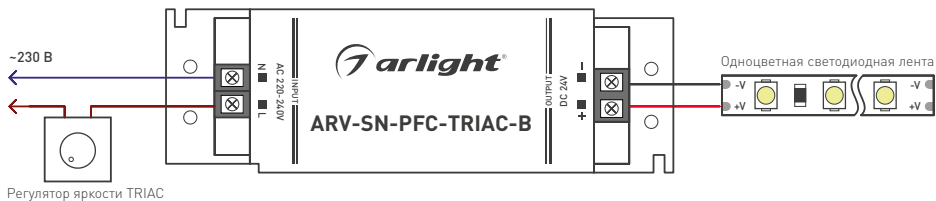

Рис. 1. Пример подключения источника питания
- 3.5. Подключите провода обесточенной электросети или TRIAC-регулятора к входным клеммам источника питания со стороны «INPUT» согласно схеме, поставляемой с TRIAC-регулятором (пример подключения приведен на Рис. 1).